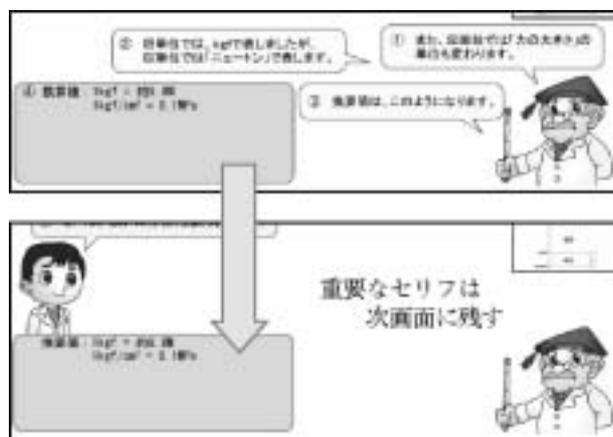

図8
- (4) 重要なセリフ（説明）は画面が切り替わっても、次画面に残し、受講者が前画面に戻って再確認する手間をなくした（図8）。